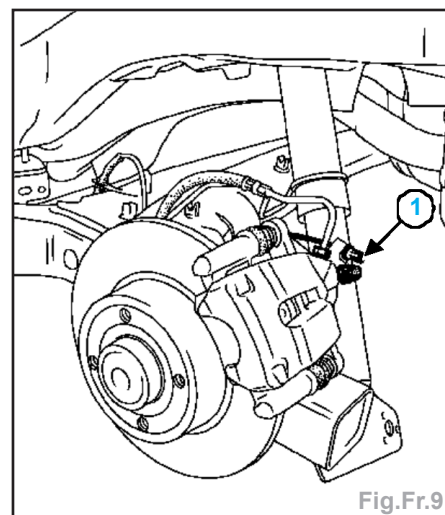

Fig.Fr.9
- Dégrafer les câbles de frein de parking (1) (Fig.Fr.9).